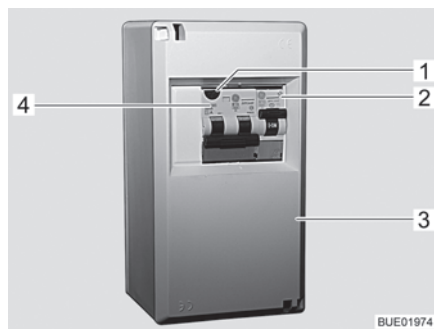

Fig. 127 Caja de fusibles de 230 V
Un interruptor de corriente de defecto / de protección de línea combinado (Fig. 127,4) en la caja de fusibles (Fig. 127,3) protege al vehículo completo de corrientes de defecto (0,03 A).
En los vehículos con equipamiento especial (p. ej. instalación de aire acondicionado), un interruptor de protección de línea adicional (10 A) (Fig. 127,2) protegerá el aparato.
- Si el vehículo está conectado a la alimentación de 230 V, pulsar la tecla de prueba (Fig. 127,1). El interruptor de corriente de defecto debe disparar.